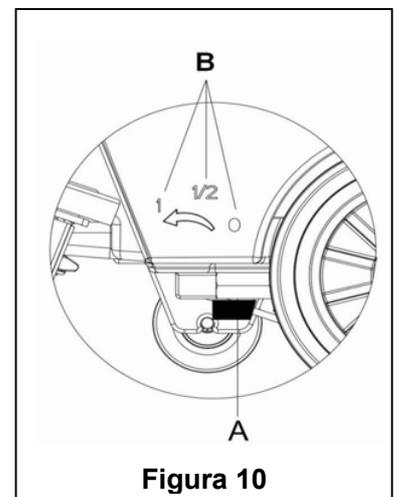

Figura 10
La regolazione della manopola della valvola di flusso (A, **Figura 10**) deve essere fatta quando l'interruttore (41) è in posizione "O".
12. il volume del flusso d'acqua può essere regolato per mezzo della manopola della valvola di flusso (A, **Figura 10**) in base alla quantità d'acqua effettivamente necessaria alla pulizia del pavimento.